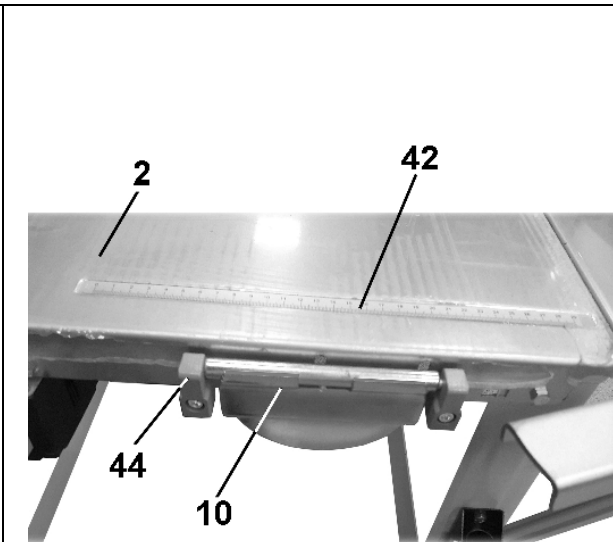

Рис. 9
8.1.19. В щель между рабочим столом (2) и фиксатором параллельного упора (10) установите ребро направляющей планки (7), для закрепления положения фиксатор параллельного упора (10) переведите в верхнее положение, Рис.9,10.